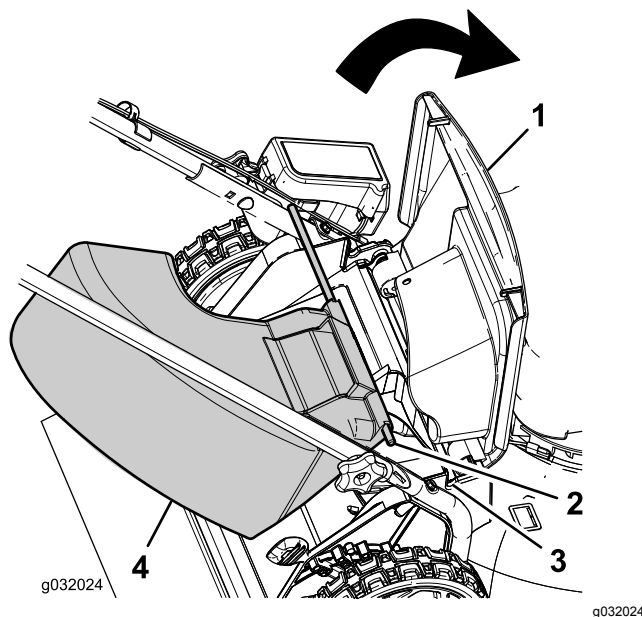

Bild 21
1. Heben Sie die Heckklappe an (Bild 21).
2. Setzen Sie die Stangenenden des Seitenauswurfkanals in die Kerben an den Holmhalterungen (Bild 21).